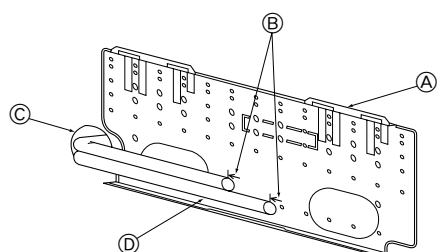

Fig. 3-5
- ① Прикрепите шнур к отверстию.
- ② Чтобы определить ровный уровень, закрепите вес на шнуре и совместите шнур с отметкой.
3.3. При проведении труб через стену (Fig. 3-5)